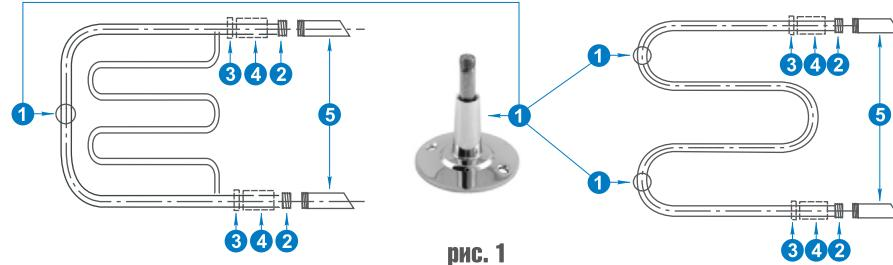

рис. 1
- 5.8 Монтаж комплектующих (см. рис. 1, 3) осуществлять с применением материалов для герметизации резьбовых соединений.
Монтаж изделия с наружной резьбой G 1" производится без дополнительного сгона. Муфта и контрайка "сгоняются" через резьбу G 1" на изделие, затем обратным ходом фиксируются на резьбах трубопровода, с применением материалов для герметизации резьбовых соединений (см. рис. 1).